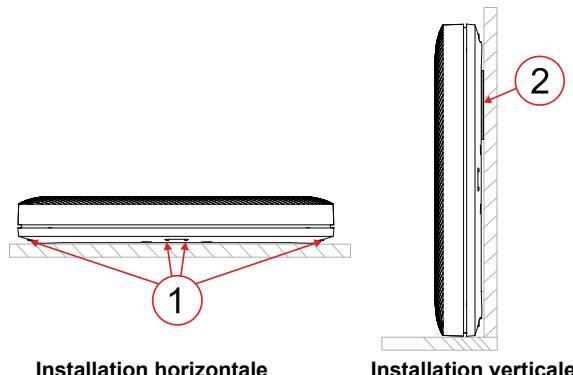

Figure 1 : Types d'installation et description des parties externes du produit
- Ouvrez le couvercle du produit et insérez les piles (AAA) dans le porte-piles (6). Veuillez à respecter la polarité.
- Lorsque la deuxième pile est insérée dans le détecteur, un signal d'enregistrement est transmis à la centrale. Si une pile faible est insérée, la LED (3) clignote en jaune (à 2 Hz).
- Dans le cas d'une installation verticale - Fermez le couvercle du produit, fixez le couvercle à l'aide des vis de verrouillage et vérifiez que le produit est correctement fermé, puis placez le produit de manière à ce qu'il repose sur un côté du sol. Fixez l'autocollant magnétique (2) sur la plaque métallique intégrée à l'arrière du produit, voir Fig. 1. Si le type d'installation verticale est utilisé, le détecteur réagit à une plus grande quantité de liquide (en raison d'un niveau plus élevé).
- Le produit signale une alarme/une inondation chaque fois qu'une paire de broches de détection (1) est connectée.